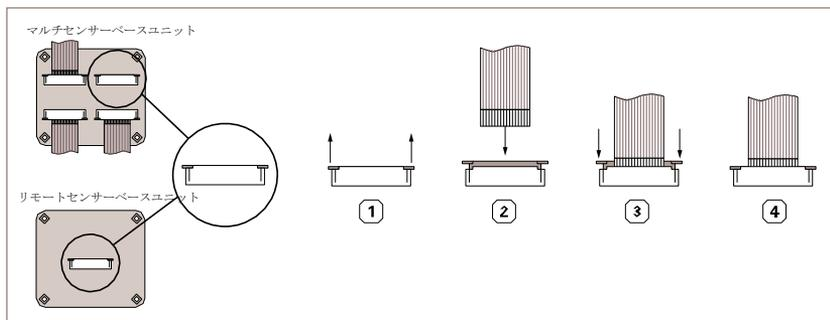

図9: ベースユニットへのフレックスフォイルケーブルの接続
1. ベースユニットのコネクタのロックを引き抜きます (→17ページの図9)。